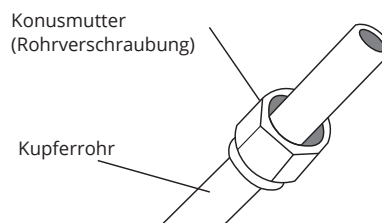

Abb. 7.7
3. Setzen Sie Konusmuttern auf beide Rohrenden. Achten Sie darauf, dass sie in die richtige Richtung ausgerichtet sind, da sie nach der Aufweitung nicht ge ndert werden k nnen. Siehe Abb. 7.7.